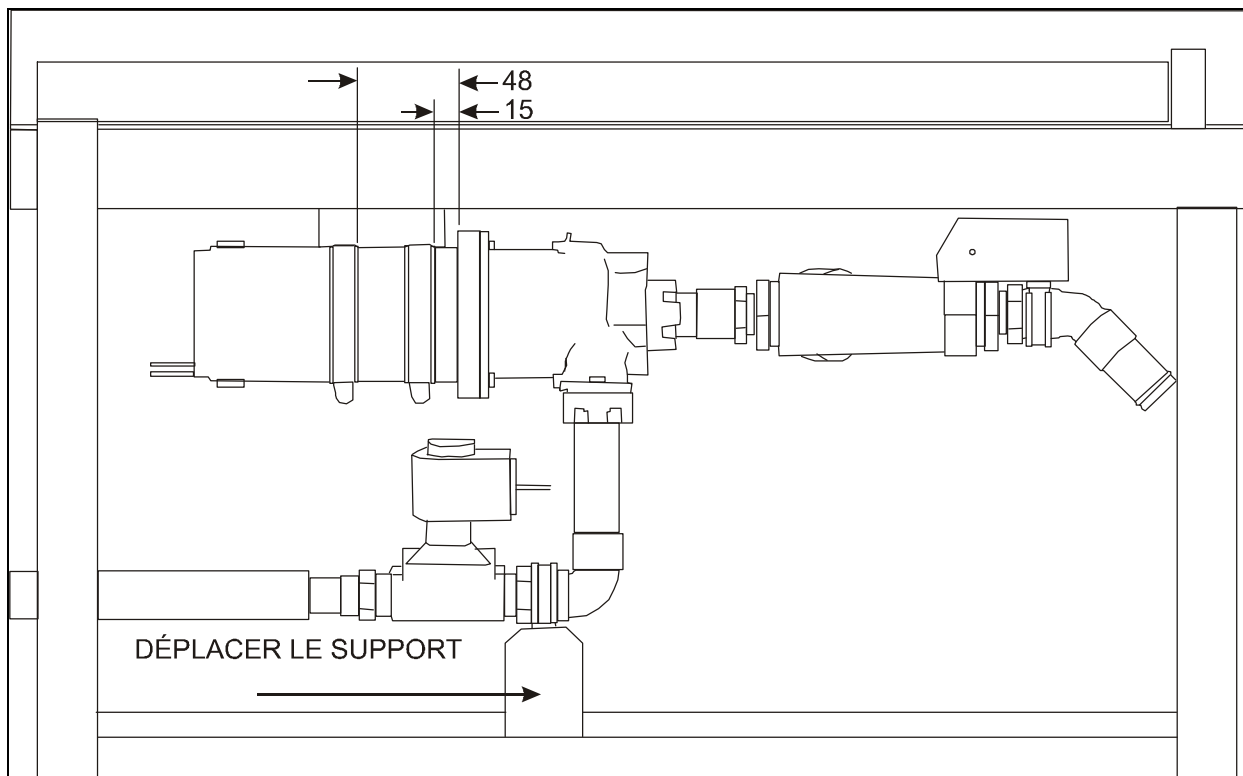

FIGURE 7
6. Déplacer légèrement le support de l'électrovane vers l'arrière du véhicule jusqu'au dernier trou. Percer 2 nouveaux trous de 9/64 po en utilisant le support comme gabarit de perçage (voir figure 7).
8. Couper 2 bandes de longueur adéquate dans la bande de caoutchouc fournie (506728) puis positionner les bandes de caoutchouc et les colliers de fixation (504235) sur la pompe (voir la fig. 7).